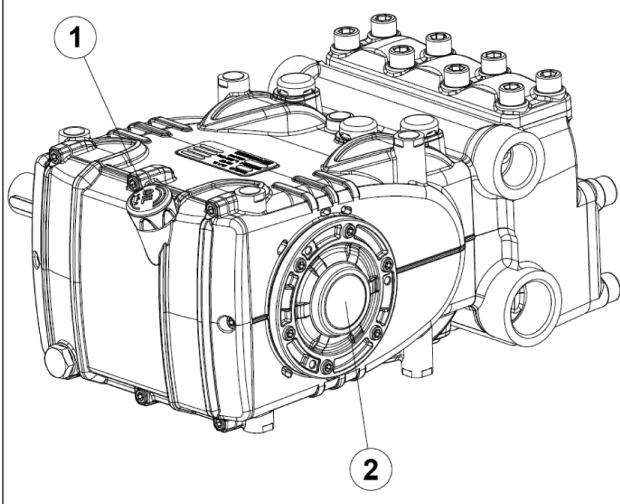

Fig. 14
5. L'huile dans le carter de pompe est à niveau, en vérifiant à l'aide de la jauge appropriée (rep. ① Fig. 14) et exceptionnellement avec le voyant de niveau (rep. ② Fig. 14).